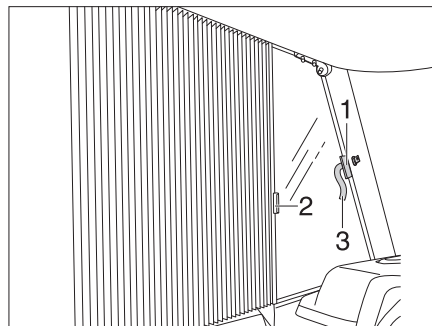

Fig. 82 Dispositifs occultants plissés pour les fenêtres côté conducteur et passager
- Ouvrir la fermeture Velcro des boucles de sécurité (Fig. 82,3) des deux côtés.
- Saisir le dispositif occultant plissé successivement par les poignées (Fig. 82,1 et 2) et les tirer prudemment pour les rapprocher jusqu'à ce que la fermeture magnétique maintienne fermé le dispositif occultant plissé.
- Repousser prudemment les dispositifs occultants plissés par les poignées (Fig. 82,1 et 2).
- Fixer le dispositif occultant plissé avec la fermeture Velcro de la boucle de sécurité (Fig. 82,3).